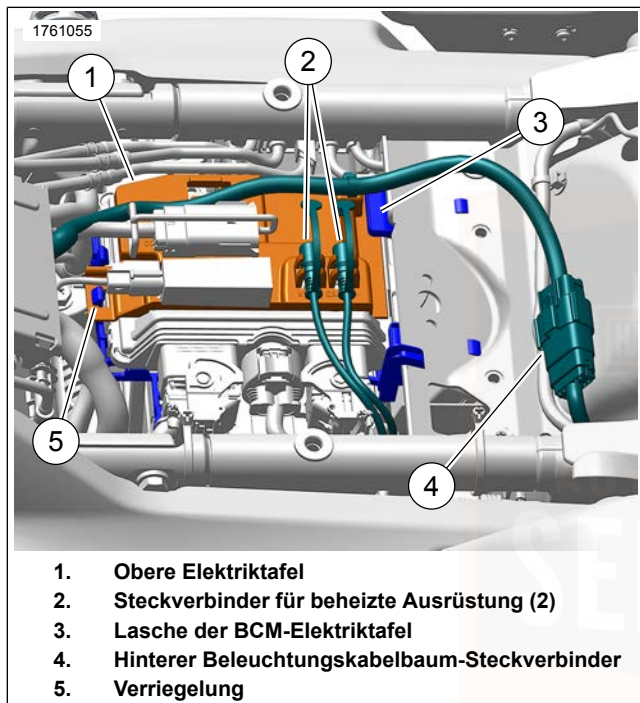
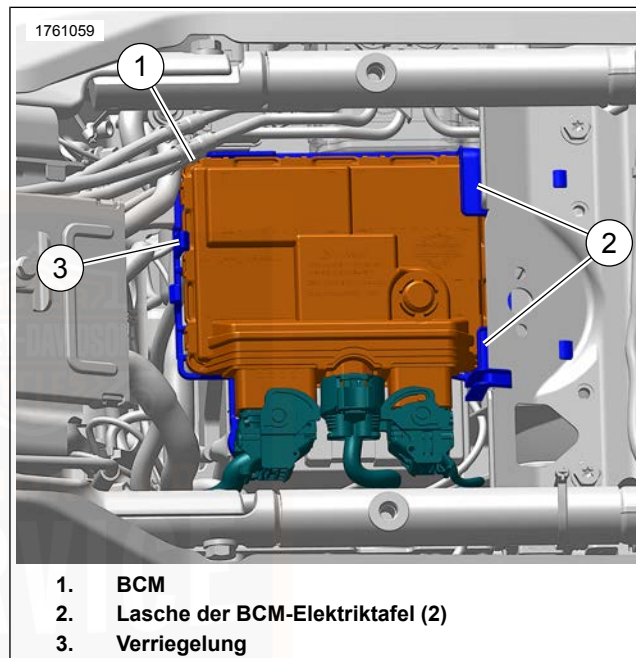
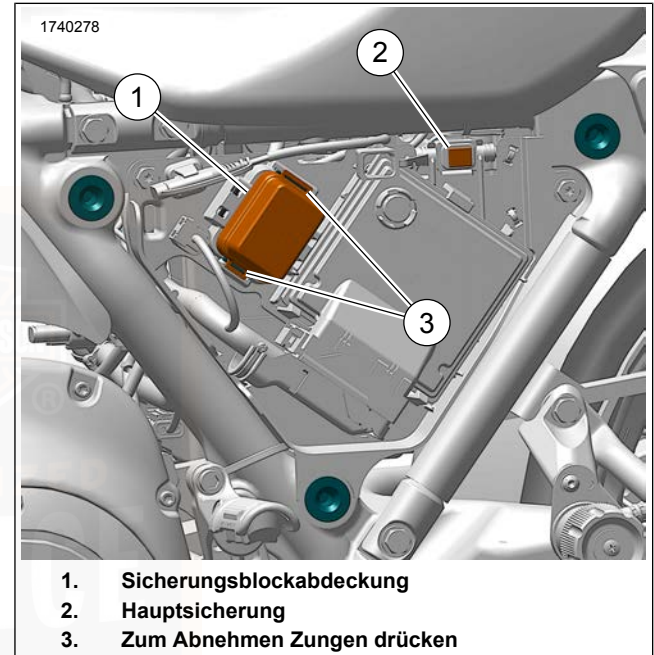

Abbildung 106. Ausbau/Einbau der oberen Elektriztafel
Abbildung 107. Ausbau/Einbau des BCM
Abbildung 110. Sicherungsblock (unter der linken Seitenabdeckung)
- d. Siehe Abbildung 110 . Die Hauptsicherung (2) ausbauen.
3. Siehe Abbildung 106. Den Steckverbinder (4) des hinteren Beleuchtungskabelbaums abklemmen.
4. Die Steckverbinder (2) der beheizten Ausrüstung von der oberen Elektrizitätstafel (1) entfernen.
5. Die Verriegelung (5) leicht nach hinten drücken und die Vorderseite der oberen Elektrizitätstafel anheben. Die obere Elektrizitätstafel nach vorne schieben, um sie von der Lasche (3) der BCM-Elektrizitätstafel zu lösen.
7. Siehe Abbildung 107. Die Verriegelung (3) leicht nach vorne drücken und die Vorderseite des BCM (1) anheben. Das BCM nach vorne schieben, um es von den Laschen (2) der BCM-Elektrizitätstafel zu lösen.
9. Siehe Abbildung 107. Das BCM (1) in die Position oben auf der BCM-Elektriktafel absenken. Das BCM nach hinten unter die hinteren Laschen (2) der BCM-Elektriktafel schieben.
10. Die Vorderseite des BCM nach unten drücken, bis die Verriegelung (3) einrastet.
11. Siehe Abbildung 106. Die obere Elektriktafel (1) in die Position oben auf dem BCM absenken. Die obere Elektriktafel nach hinten unter die Lasche (3) der BCM-Elektriktafel schieben.
12. Die Vorderseite der oberen Elektriktafel nach unten drücken, bis die Verriegelung (5) einrastet.
13. Die Steckverbinder (2) für die beheizte Ausrüstungen in den Haltern an der oberen Elektriktafel anbringen.
14. Den Steckverbinder (4) des hinteren Beleuchtungskabelbaums anschließen.
15. Siehe Abbildung 110 . Die Hauptsicherung (2) einbauen.
Siehe Abbildung 110. Eine 60 A -Hauptsicherung (2) befindet sich in der Nähe des Sicherungsblocks. Wenn die Hauptsicherung entfernt wird, unterbricht das die Stromversorgung zu allen Systemen, außer Anlasser und Anlassermotor/-magnetschalter.
Siehe Abbildung 110. Sicherungen befinden sich unter der linken Seitenabdeckung.